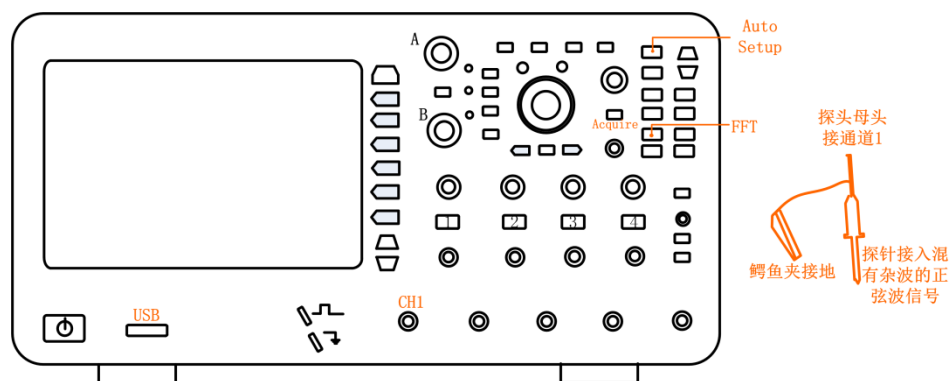
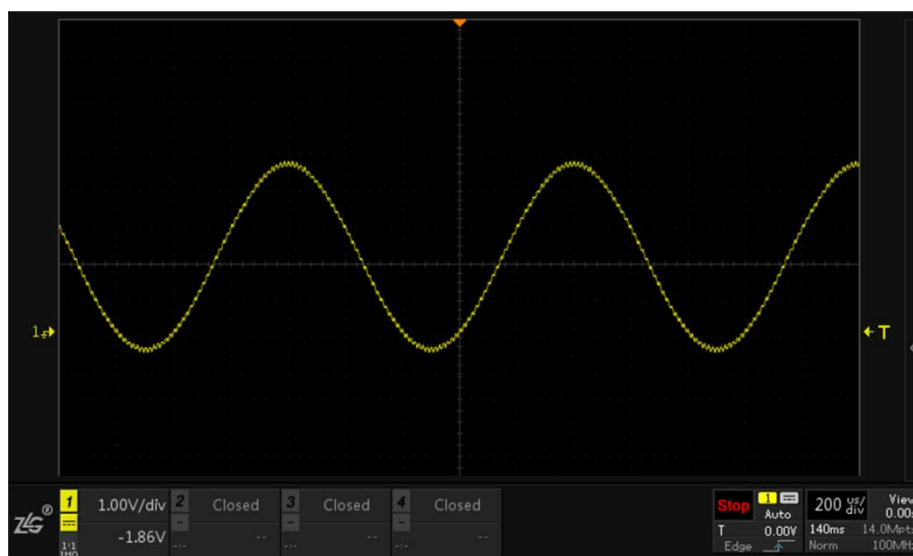

图 19.7 接入信号
图 19.8 数学运算界面
- 1、在通道 1 接入有谐波混杂的正弦信号, 如图 19.7 所示, 点击【Auto Setup】一键捕获波形, 如下图 19.8, 此时可以很明显的观察到信号中存在干扰谐波, 此时可利用 FFT 计算整个信号的频率, 分析出干扰谐波的频率值;